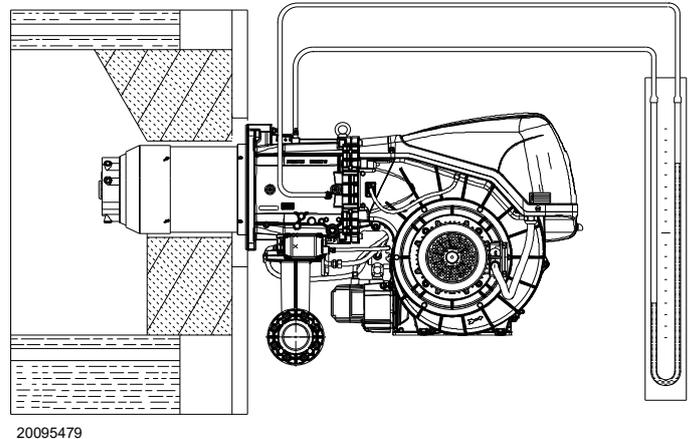

Fig. 31
- Montar un manómetro en U o un manómetro de tipo diferencial (Fig. 31), con toma (+) en la presión del gas del manguito y (-) en la cámara de combustión. Se utiliza para obtener aproximadamente la potencia MÁX del quemador mediante la Tab. N.
La llegada de gas al manguito puede observarse en el manómetro en U (Fig. 31).